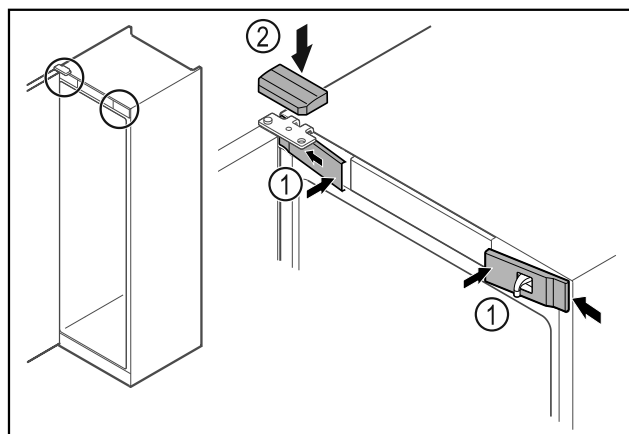

Fig. 50
- Accrocher les caches avant Fig. 50 (1) par les côtés et les enclencher.
- Insérer le cache supérieur Fig. 50 (2) par le haut.